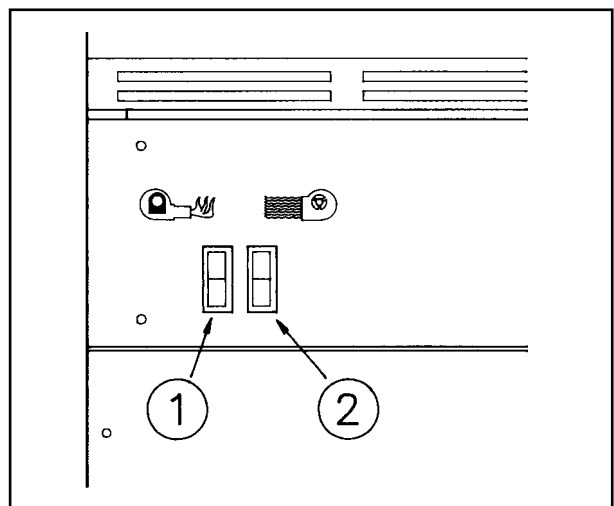

Fig. 3
A. L'interrupteur du brûleur (1) est placé en position "I" (fig. 3) - ON
B. L'interrupteur du ventilateur (2) est positionné soit en "Auto" soit en "Man"